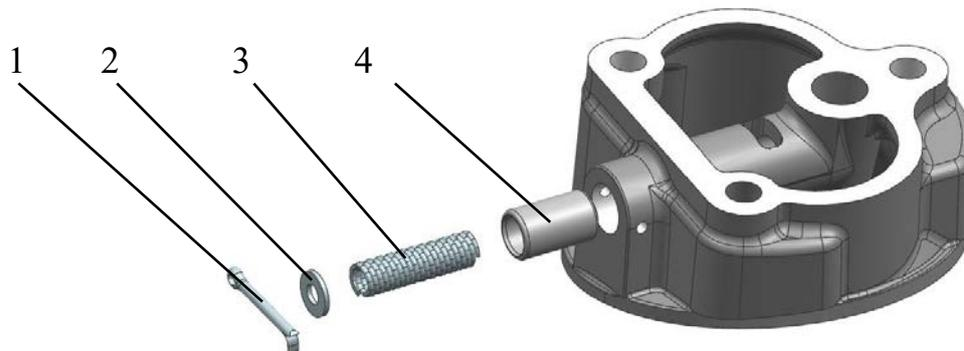

Рис.100. Разборка редукционного клапана:
- вынуть шайбу, пружину и плунжер редукционного клапана из приемного патрубка, предварительно сняв шплинт (рис.100);